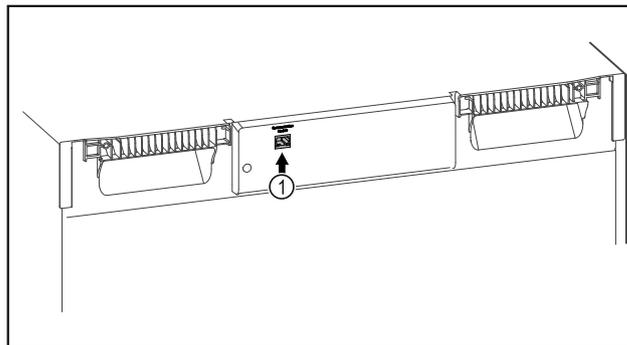

Fig. 114
- SmartModule Fig. 114 (1) inserito.